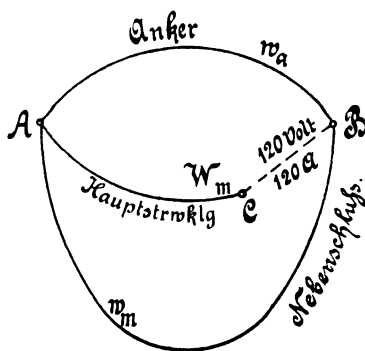

Fig. 65.
- b) der Widerstand der Hauptstromwicklung AC (Fig. 65),
Zu b): Durch die Hauptstromwicklung AC (Fig. 65) fließen 120 A, also ist